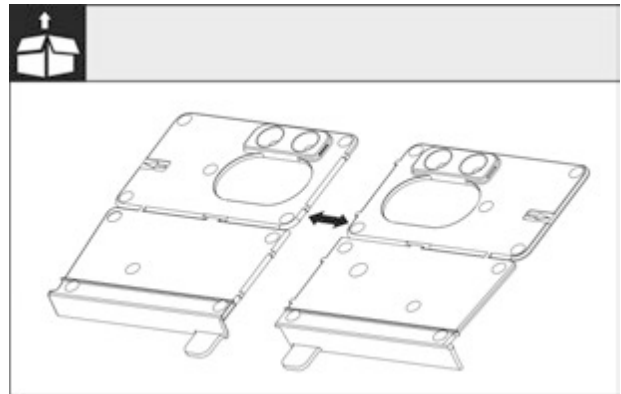

Fig. 27
- Монтажний кут дно Fig. 27 () відокремити на перфорції.